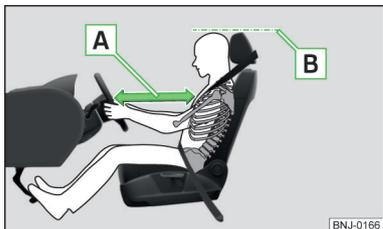

Fig. 1
- ✓ Ajustar el volante de tal modo, que la distancia **A** entre el volante y el esternón sea, como mínimo, de 25 cm **»** fig. 1. Ajustar el volante **»** página 10, *Ajustar la posición del volante.*
- ✓ Ajustar el reposacabezas de tal modo que el borde superior del mismo se encuentre dentro de lo posible a la misma altura que la parte superior de su cabeza¹⁾ **B** **»** fig. 1.
- ✓ Ajustar el reposacabezas de tal modo que el borde superior del mismo se encuentre dentro de lo posible a la misma altura que la parte superior de su cabeza¹⁾ **[B]** » *fig. 1 de la página 10.*
- ✓ Ajustar el reposacabezas de tal modo, que el borde superior del mismo se encuentre de ser posible a la misma altura que la parte superior de la cabeza **[B]** » *fig. 1 de la página 10.*